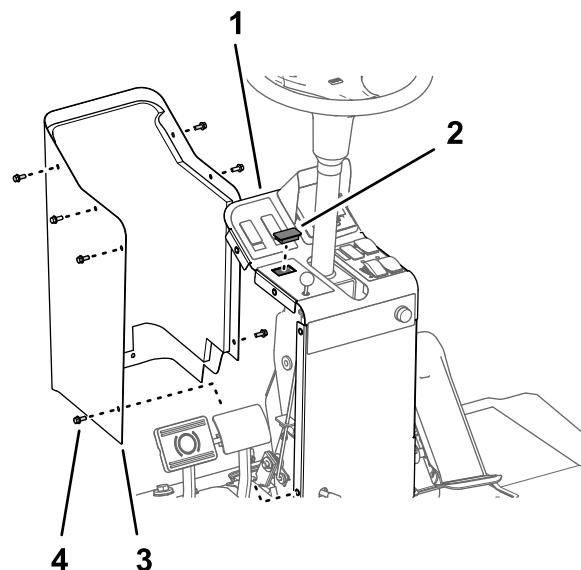

Figure 8
1. Retirez les 6 vis à embase (1/4 x 5/8 po) qui fixent le couvercle à la tour de direction, et déposez le couvercle (Figure 8).
2. En passant sous le panneau de la tour de direction, enlevez le cache qui occupe l'emplacement de l'interrupteur des clignotants, comme montré à la Figure 8.